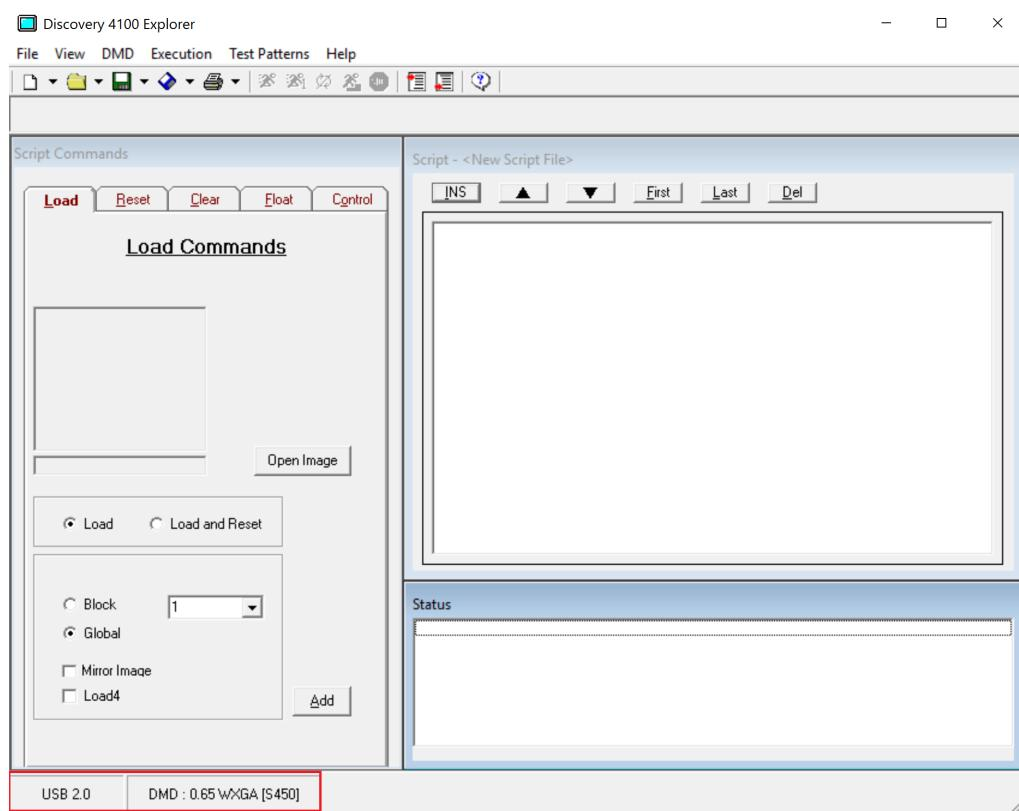

图 3-11. Discovery 4100 Explorer USB 和 DMD - 连接状态
17. 该软件将启动。USB 连接状态和 DMD 类型会显示在左下方的状态面板 ( 图 3-11 ) 中 :